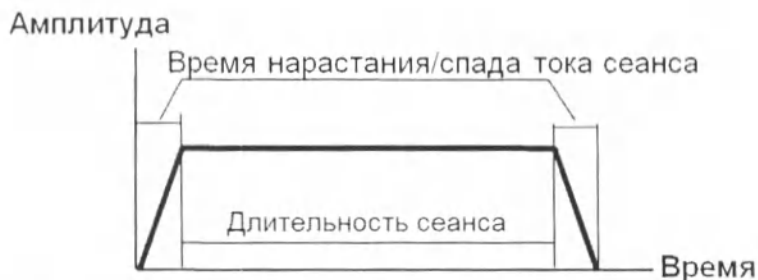

Рис. 3.36. Настройка времени нарастания/спада тока
- «Нарастание/спад» — установка времени нарастания тока до заданного значения в начале сеанса и времени спада тока до нуля при завершении сеанса (рис. 3.36).